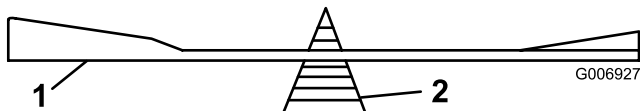

Figura 35
2. Verifique el equilibrio de la cuchilla colocándola sobre un equilibrador de cuchillas (Figura 35). Si la cuchilla se mantiene horizontal, está equilibrada y puede utilizarse. Si la cuchilla no está equilibrada, afíle algo de metal de la parte posterior de la cuchilla. Repita este paso hasta que la cuchilla esté equilibrada.